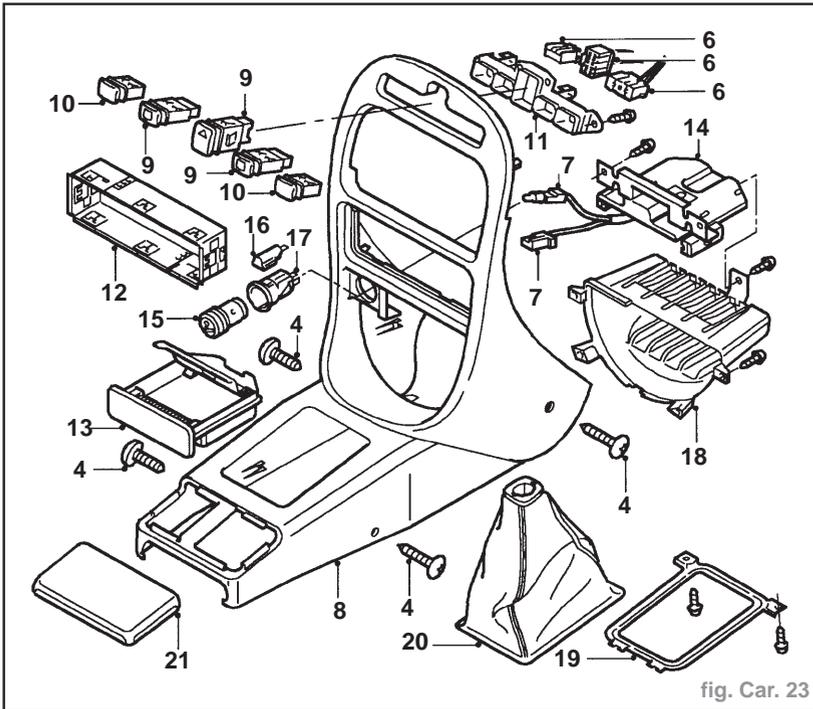

fig. Car. 23
- Enlever 4 vis maintenant la console avant sur le tableau de bord (4) (fig. Car. 23).
- Débrancher les fiches multibroches de feu antibrouillard, feu de détresse et désembueur de lunette arrière (6).
- Dégager le connecteur Lucar et la fiche multibroches de l'allume-cigares (7).